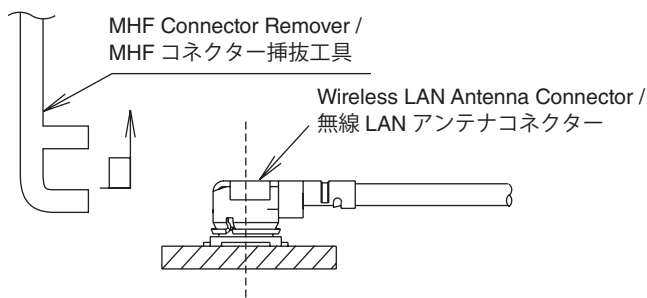

Fig. 4
- To remove the wireless LAN antenna connector, use the special MHF connector remover. Hook the tip of this tool on the cover of the wireless LAN antenna connector and pull it straight in the direction of the engaging axis of the wireless LAN antenna connector. (Fig. 4)
- 無線 LAN アンテナコネクターを引き抜く場合は、専用の MHF コネクター挿抜工具の先端部を無線 LAN アンテナコネクターふた部に引っ掛け、無線 LAN アンテナコネクターの嵌合軸に合わせ垂直に引き抜いてください。(Fig. 4)